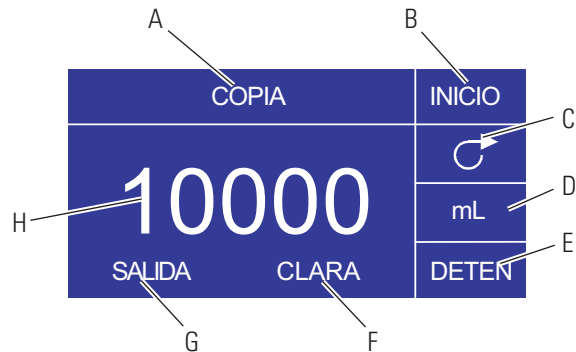

Figura 3-8. Pantalla de fijación DE COPIA
- D. **Pantalla de cantidad de copias:** Consulte *Pantalla de fijación de copia*, Figura 3-8.